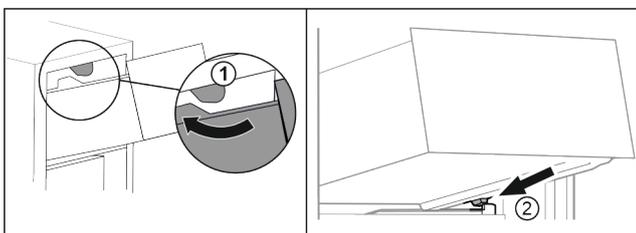

Fig. 61
- ▶ Introduzca el cajón rodeando los topes superiores. Fig. 61 (1)
- ▶ Coloque el cajón inclinado detrás de los topes inferiores sobre la nervadura para recipientes. Fig. 61 (2)